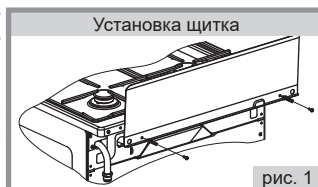

рис. 1
■ Установку щитка на плиту, не укомплектованную стеклянной крышкой, производить путем крепления к столу двумя винтами и гайками (см. рис. 1). Винты и гайки для крепления щитка находятся в пакете с комплектующими.